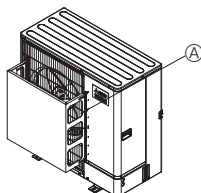
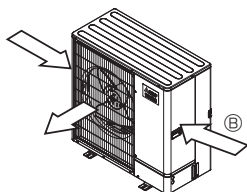

Fig. 2-3
Fig. 2-4
- ② Montera en extra luftledare om enheten installeras på en plats där kraftig vind från ytoner osv kan komma direkt in i luftutblåset. (Fig. 2-3)
- ④ Luftledare
- ③ Placera om det går enheten så att luftutblåset blåser vinkelrätt mot den säsongsbetingade vindriktningen. (Fig. 2-4)
- ⑤ Vindriktning